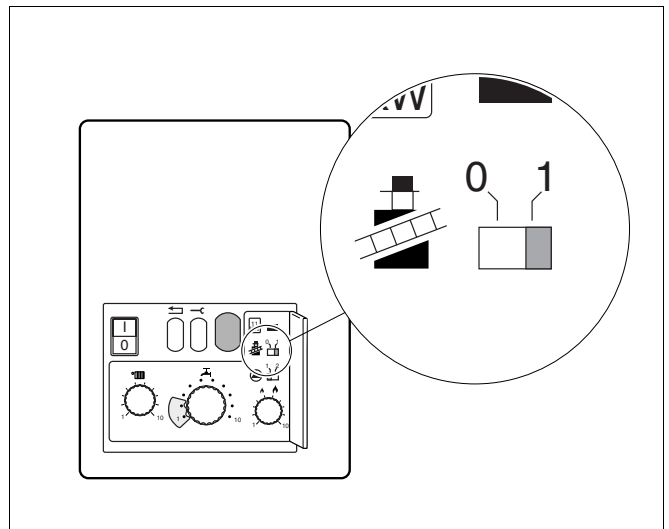

Fig. 23 Interruttore spazzacamino
- Posizionare l'interruttore spazzacamino su "1" (fig. 23).